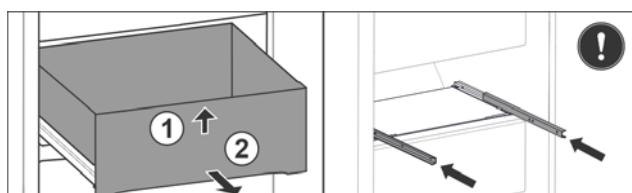

Fig. 34 *
- Поднимите выдвижной ящик спереди Fig. 34 (1).*
- Извлеките движением вперед Fig. 34 (2).*